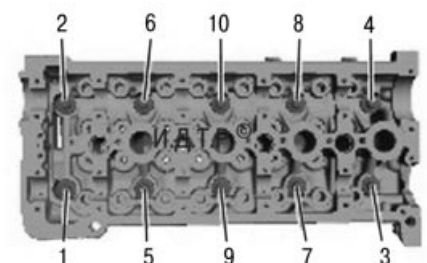

Рис. 5.56. Порядок ослабления затяжки болтов крепления головки блока цилиндров
16. Ослабьте затяжку десяти болтов крепления головки блока цилиндров в порядке, показанном на рис. 5.56, а затем окончательно выверните болты крепления головки и выньте их вместе с шайбами.
- затягивайте болты на холодном двигателе в порядке, обратном показанному на рис. 5.56, в три этапа: